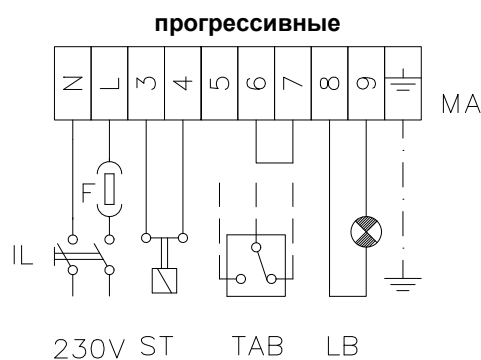

Рис. 10
- 9 Давление питания форсунки уже отрегулировано заранее на заводе-изготовителе и не должно изменяться. Только в случае необходимости, отрегулировать давление питания (см. соответствующий параграф) следующим образом: установить манометр в положение, указанное на Рис. 14, воздействовать на регулировочный винт **VR** насоса (см. Рис. 13) до получения на форсунке давления в 20 бар (форсунки Bergonzo - см. график на Рис. 10);